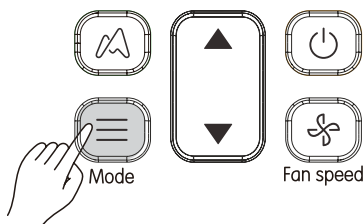

Рисунок 3.4
1) Нажмите кнопку  (см. Рисунок 3.4). Экран дисплея отображает режим работы.